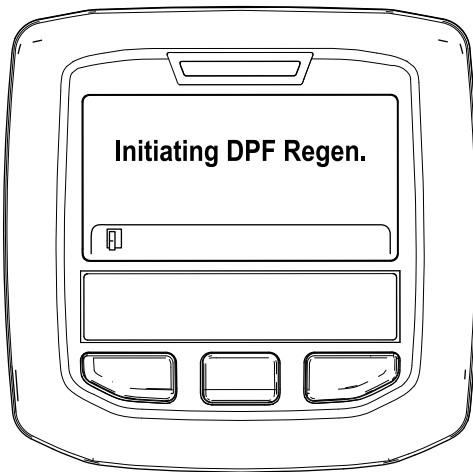

Figura 49
A. Se muestra el mensaje “Initiating DPF Regen.” (Iniciando regeneración de DPF) (Figura 49).